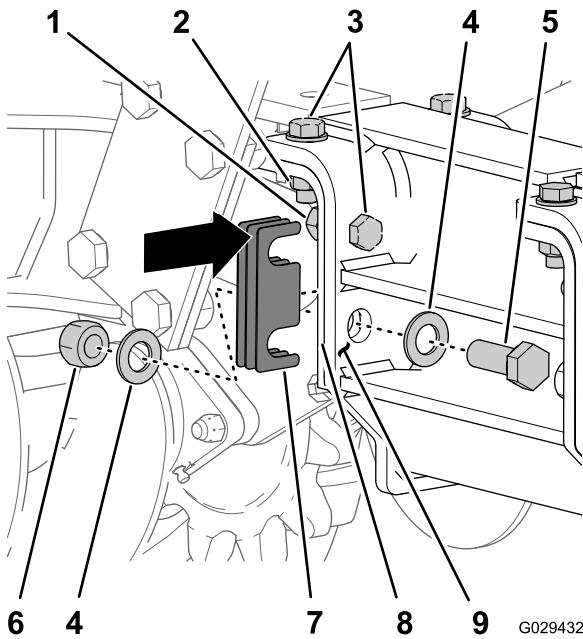

Figure 10
6. Sur le support de fixation de la trancheuse et la plaque de montage de l'extension, desserrez les 4 boulons à tête hexagonale (3/4 x 2-1/2 po) et écrous (Figure 10).
- Pour un déport à gauche de l'élinde, glissez les cales entre le support de fixation de l'élinde (trancheuse) et la plaque de montage (extension) sur le côté gauche (Figure 10).
- Pour un déport à droite de l'élinde, glissez les cales entre le support de fixation de l'élinde et la plaque de montage sur le côté droit (Figure 10).
- Assemblez les 2 boulons horizontaux (1 x 2-1/2 po) et les 2 rondelles dans les trous horizontaux du support de fixation et de la plaque de montage, et serrez-les à la main (Figure 10).
et la plaque de montage (extension) sur le côté gauche; voir Figure 10 de Alignement de l'élinde sur le support de fixation et de l'extension (page 5).
- Pour un déport à gauche de l'élinde, glissez les cales entre le support de fixation de l'élinde et la plaque de montage sur le côté gauche; voir Figure 10 de Alignement de l'élinde sur le support de fixation et de l'extension (page 5).